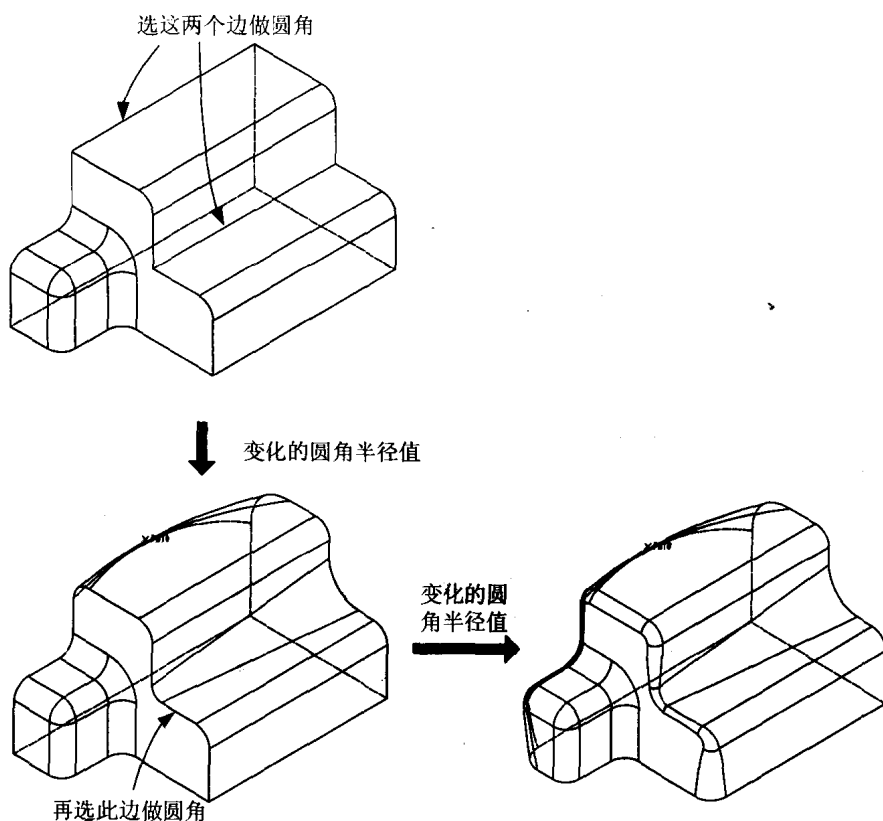

图 1.5
- ◆ **Variable(可变的):** 变化的圆角半径值, 可以指定圆角在某处的圆角半径值, 在两点之间则依据两点的半径值做变化(见图 1.5)。